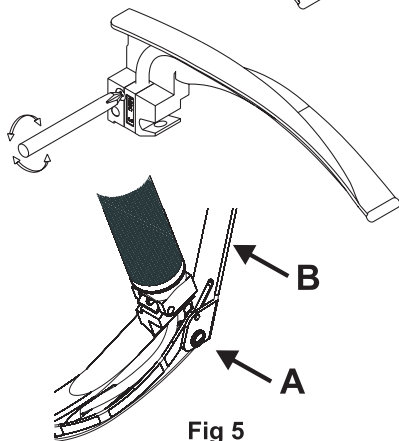

Fig 5
5. Pentru a scoate canalul de ghidare a lamei, va trebui să scoateți mai întâi șurubul A, pentru a permite scoaterea manetei B, așa cum observați în Fig. 5. Este posibil să fie necesară articularea mecanismului manetei lamei, înainte de a putea desprinde canalul de ghidare a lamei, de pe lamă.